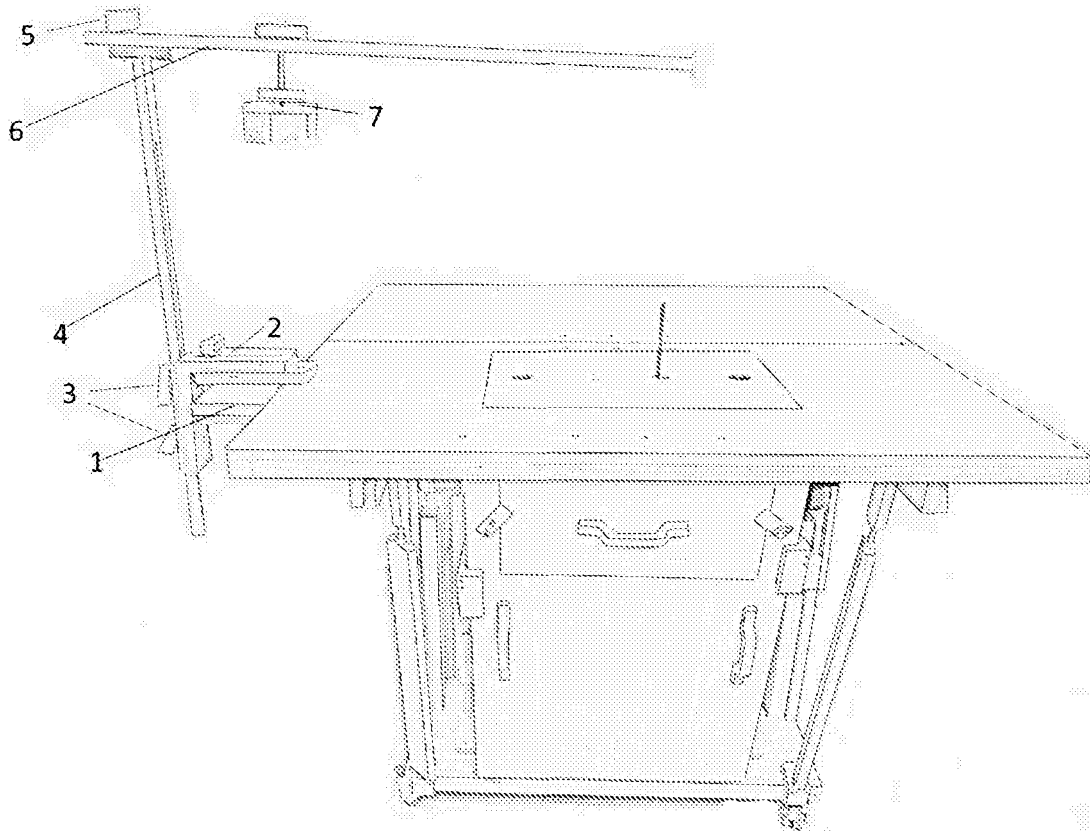
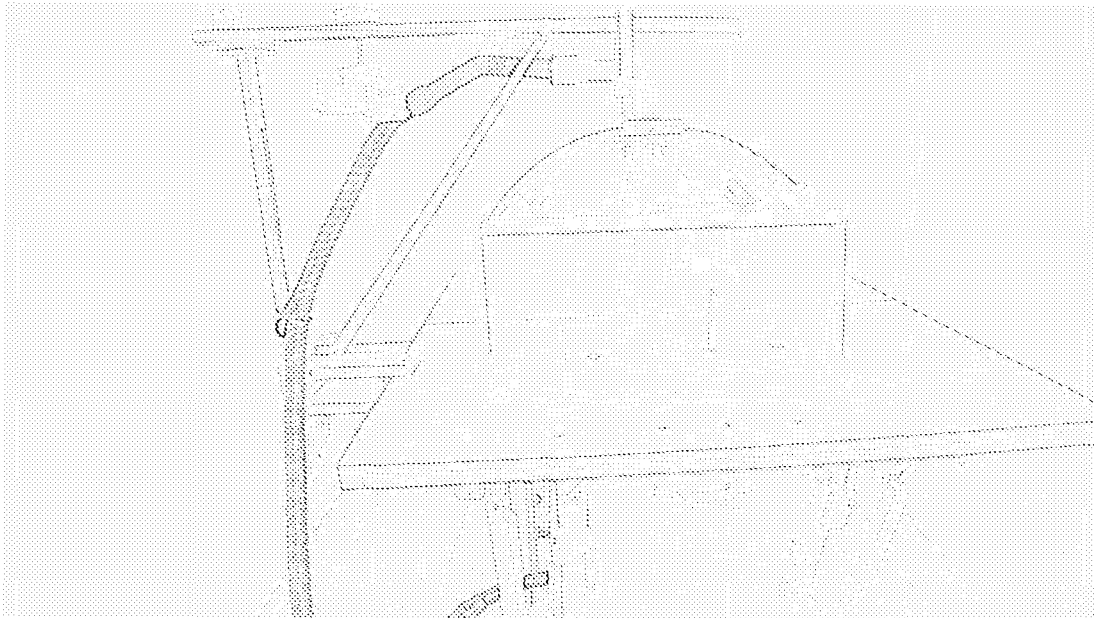
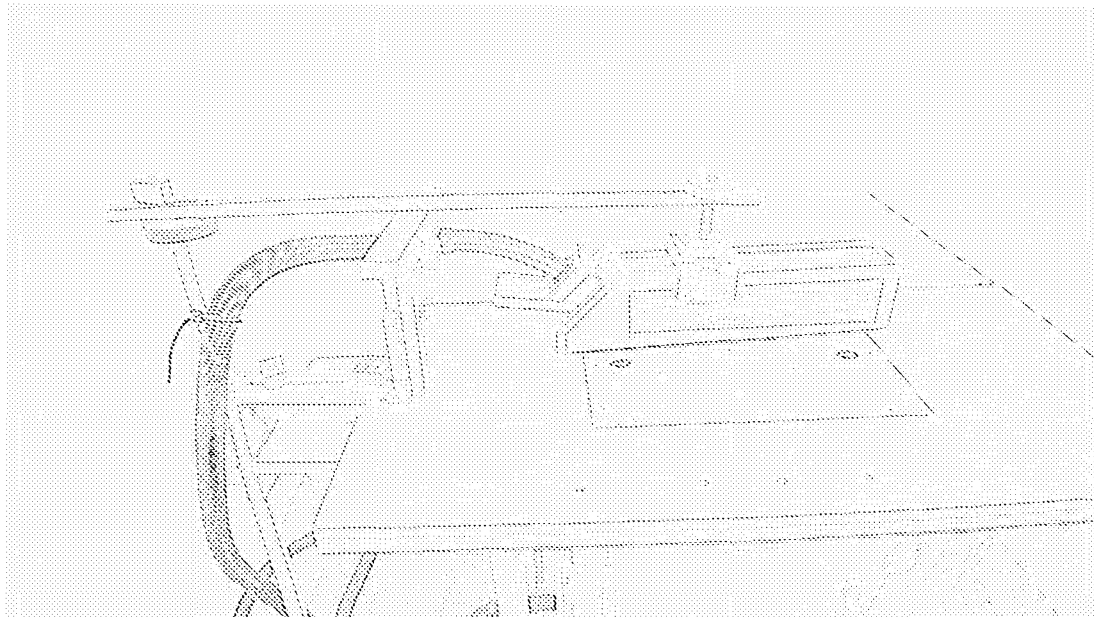

Fig 12 Arbeitsstation aufgebaut, Halterung mit Auslegearm zur Aufnahme diverser Staubabsaugkappen
Fig 13 Arbeitsstation aufgebaut, transparente Staubabsaugungskappe für Fräs- und Stichsägearbeiten
Fig 14: Arbeitsstation aufgebaut, transparente Staubabsaugungskappe für Kreissägearbeiten
- Höhenverstellbarer, drehbarer, verlänger- und verkürzbarer Auslegearm mit höhenverstellbarer und verschiebbarer Staubkappenaufhängung zur Staubabsaugung oberhalb des Werkzeugbereiches. (Fig12, Fig13, Fig14)
- Tischrandklemme mit Innengewinden zur Befestigung des Auslegearms für die Staubabsaugungskappen (Fig12)
Fig 12: 1 Universell einsetzbare Klemme für die Tischaußenkante, 2 horizontal verschiebbares L-Stück zur Fixierung des vertikalen Stabes, 3 Feststellschrauben für die Höhenverstellung des vertikalen Stabes, 4 vertikaler höhenverstellbarer Stab, 5 Feststellschraube für die Verlängerung, Verkürzung, Drehung des horizontalen Auslegearms, 6 horizontaler Auslegearm der gedreht, verkürzt oder verlängert werden kann, 7 Aufnahme für eine Staubabsaugungskappe, Die Aufnahme kann innerhalb des horizontalen Auslegearms verschoben werden sowie durch eine eigene Schraubverbindung in der Höhe verstellt werden (dient der Feinjustierung)